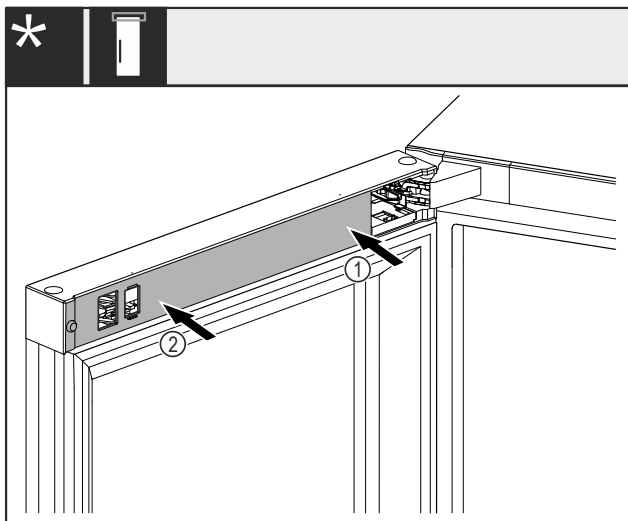

Fig. 34
- Nasadte kryt Fig. 34 (1) nejprve na stranu stojanu ložiska a zaklapněte jej.
- Nasadte kryt Fig. 34 (2) na vnější stranu a zaklapněte jej.